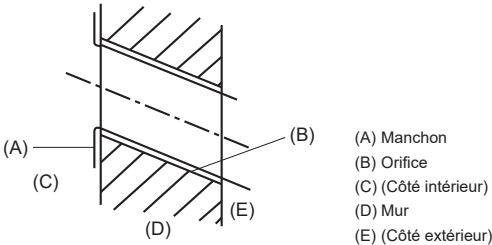

Fig. 3-4
- (A) Planche d'installation (1)
- (B) Appareil intérieur
- (C) Orifice du tuyau arrière gauche inférieur (ø75)
- (D) Orifice du tuyau arrière droit inférieur (ø75)
- (E) Orifice de la rondelle pour orifice arrière gauche (P10/15/20/25/32: 105×215, P40/50: 105×300)
- (F) Orifice de boulon (4-ø9)
- (G) Avant-trou (6-ø4,3)
- (H) Orifice central
- (I) Aligner la balance avec la ligne.
- (J) Insérer la balance.
3.2.2. Forage de l'orifice des tuyaux (Fig. 3-4)